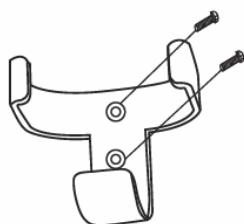

Abb. 9a
1. Suchen Sie eine geeignete Wand, um dort die Wandhalterung der Fernbedienung mit 2 Schrauben anzubringen. (Abb. 9a)